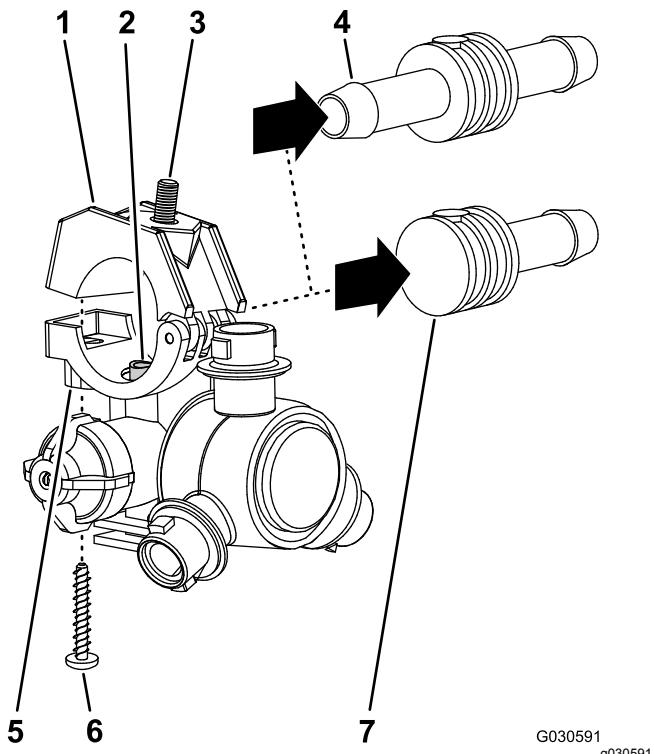

Bild 50
2. Entfernen Sie die Edelstahlschraube (Nr. 2 x 1-1/4"), mit der die obere Klemmenhälfte und der gezahnte Einzelschlauch- oder Doppelschlauchschaft (3/4") am Gehäuse der Sprühdüse befestigt ist, nehmen Sie den gezahnten Schlauchschaft und den Schlauch von der Düse ab (Bild 50).